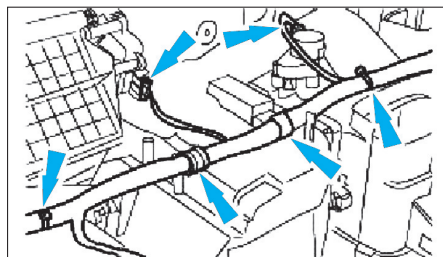

Fig. 50
- Débrancher les connecteurs supérieurs de boîtier de radiateur de chauffage puis détacher le faisceau de câblage (Fig.50).